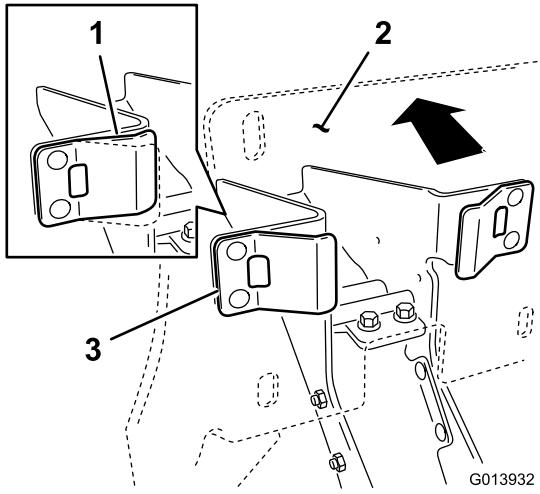

Figure 9
- Vérifiez que les butées en plastique sont en contact avec les pattes élastiques, et exercez une pression suffisante contre la plaque d'appui pour comprimer à moitié les pattes élastiques (Figure 9).